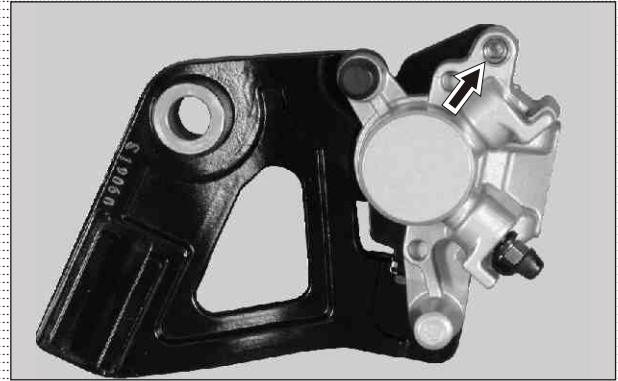

Fig. 6.99
- Remove pin hanger . (Fig. 6.99)